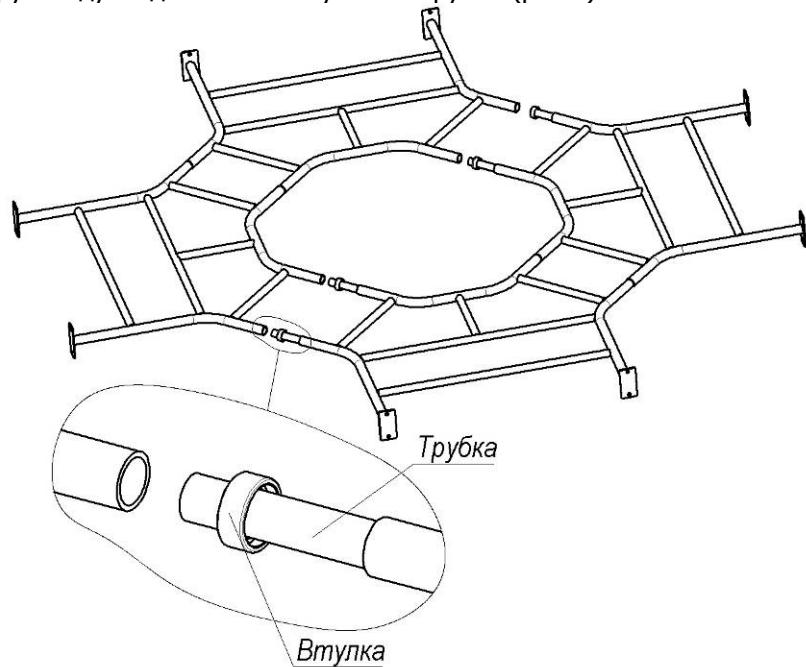

Рис.3
- 5) Зібрати частини рукоходу за допомогою втулок та трубок (рис.3):